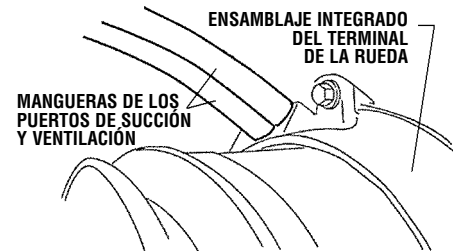

FIGURA 1
lación y succión del ensamble integrado del terminal de la rueda (localizado en el lado trasero del nudillo adyacente a la articulación CV exterior. Ver figura 1).
7. Remover los tres tornillos pequeños asegurando el ensamble integrado del terminal de la rueda a la parte trasera del nudo o muñón direccional. (Ver figura 1).